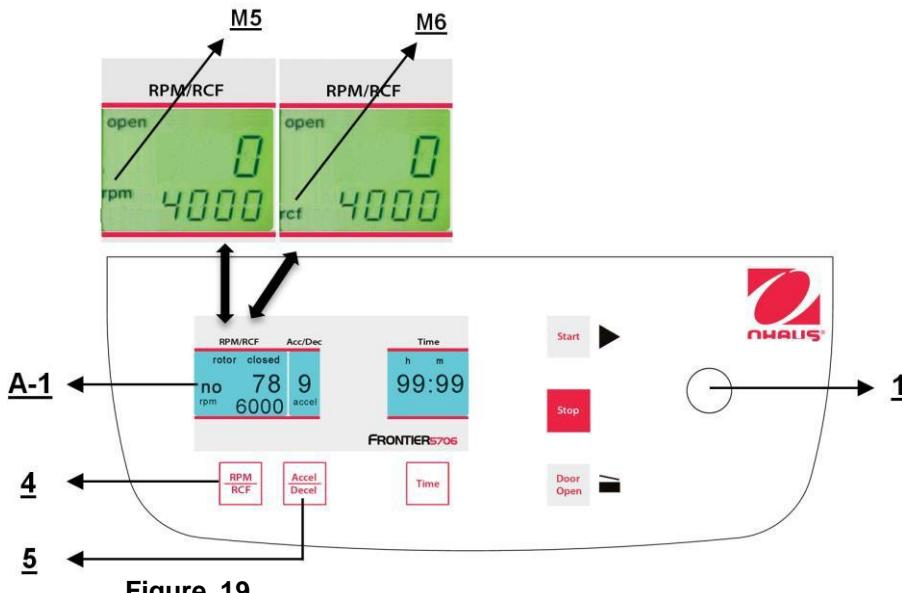

Figure. 19
Cette présélection est activée au moyen de la touche "**RPM | RCF**" (4) (voir la figure 19 ci-dessous). En appuyant sur la touche une fois, le mot "**rpm**" (M5) clignote. En appuyant sur la touche deux fois, il est possible de présélectionner les forces centrifuges. Le mot clignotant "**rcf**" (M6) apparaît alors. L'utilisateur peut définir les valeurs désirées avec le bouton de réglage (1). Sur l'affichage (A-1), la valeur régulée est présentée en permanence, avant, pendant et après la centrifugation.